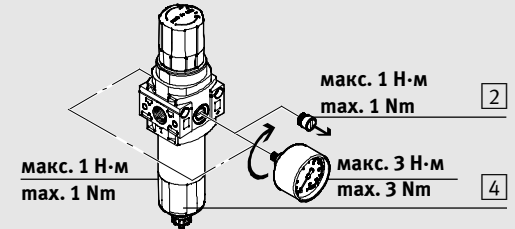

Рис. 2 / Fig. 2
Для монтажа манометра (→ рис. 2):
Если уровень конденсата находится на отметке **[4]** (→ рис. 2):
- För montering av en manometer (→ Fig. 2):